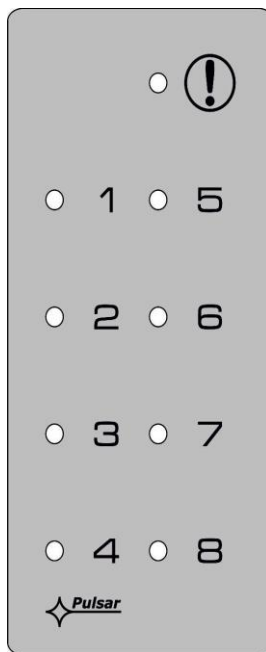

Bild. 4. Paneel des Netzgeräts
3.1. Optische Signalisationsanlage (Bild. 4)